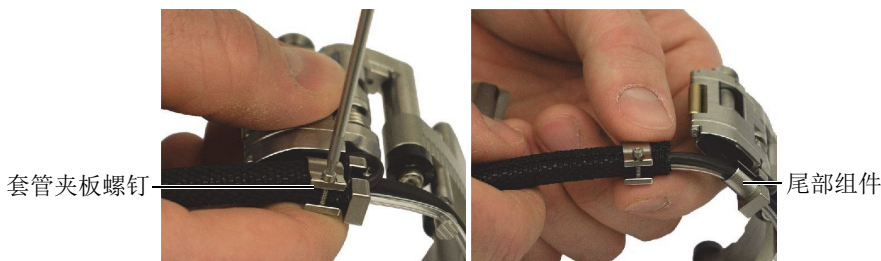

图 2-1 拆下套管夹板
- a) 使用 T6 Torx 螺丝刀，拆下套管夹板螺钉，然后从尾部组件中滑出保护套管和套管夹板（参见第 18 页的图 2-1）。